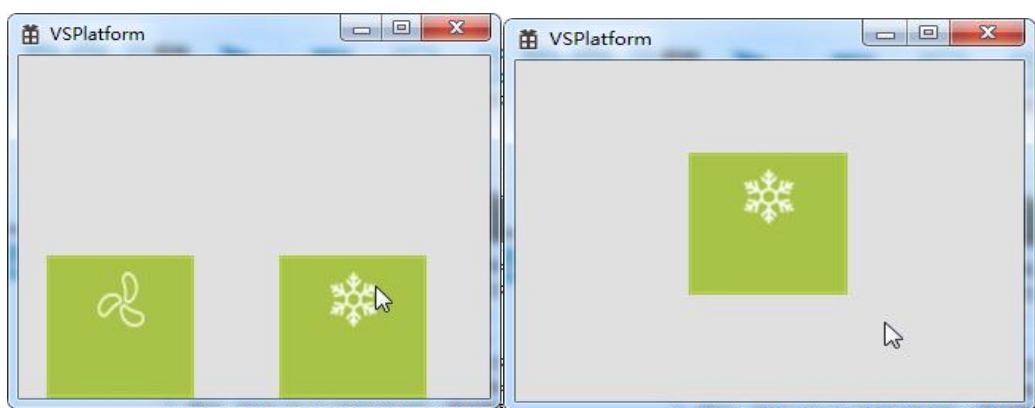

图 5.9 点击按钮 2
6、仿真演示时点击多组按钮可切换至 NEW2 窗口，点击按钮 2 可切换至 NEW1 窗口中，且多组按钮图像显示切换的第二组图片，如图 5.9 和 5.10 所示。